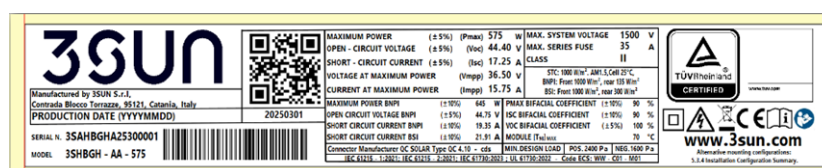

Figura 7: esempio di etichetta di alimentazione del modulo
3. Etichetta di potenza: posta sul retro del modulo in prossimità delle scatole di derivazione, contenente la data e il luogo di produzione, il numero di serie del prodotto, il codice a barre, un codice QR, la classe di corrente, il codice del prodotto, la potenza nominale, la corrente e la tensione, la tensione a vuoto, la corrente di cortocircuito, la tensione massima del sistema e i principali certificati (Figura 7).